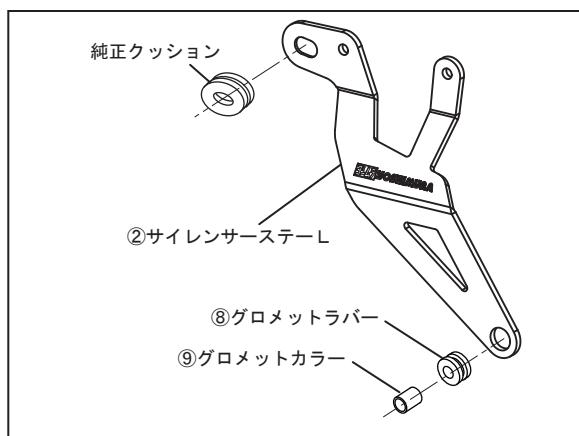

FIG. 4
- ②サイレンサーステーLに⑧グロメットラバー、⑨グロメットカラーと手順2で取り外した純正クッションを取り付けて下さい。 (FIG. 4 参照)